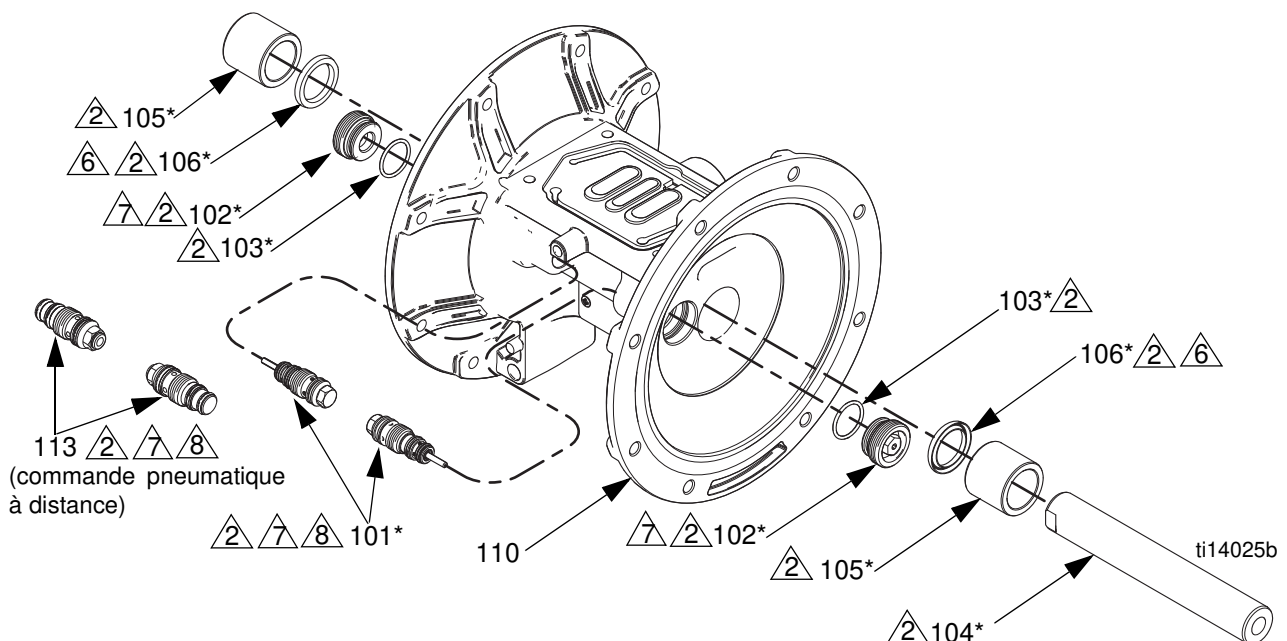
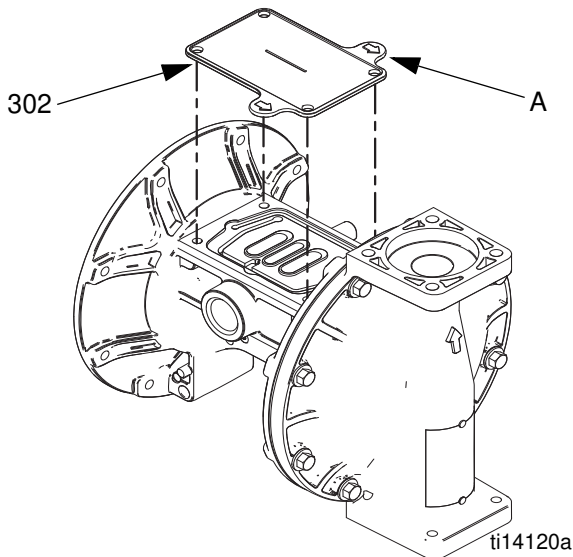

FIG. 8. Montage des membranes et de la partie centrale
FIG. 9. Outil de couvercle à fluide
- b. **Pompes en plastique :** utilisez une douille 1-1/4 ou une clé polygonale sur la partie hexagonale d'un plateau de membrane côté fluide pour l'enlever. Puis retirez toutes les pièces de l'ensemble membrane. Consultez FIG. 8.
Pompes en métal : enlevez le boulon (304) sur un côté de l'axe de membrane, puis retirez toutes les pièces de cet ensemble de membrane. Consultez FIG. 8.
5. Contrôlez l'état de l'axe de membrane (104) pour voir s'il est usé ou rayé. S'il est endommagé, vérifiez les coussinets (105) en place. S'ils sont endommagés, utiliser un extracteur de coussinet pour les enlever.
Suivez toutes les remarques de la FIG. 8. Elles contiennent **des informations importantes**.
- a. Placez le joint torique (301) sur le boulon (304) de l'axe.
- b. Montez la plaque côté fluide (13), la membrane (15), la membrane de renfort (305, si elle est présente) et la plaque de membrane côté air (14) sur le boulon exactement comme indiqué sur la FIG. 8.
- c. Enduisez de Loctite de force moyenne (bleu) ou d'un produit équivalent les filetages du boulon (304). Vissez le boulon dans l'axe et serrez-le à la main.
- d. Lubrifiez les joints en coupelle (106) de l'axe ainsi que la longueur et les extrémités de l'axe de membrane (104). Glissez l'axe dans le boîtier.
- g. Refixez le premier couvercle à fluide (3). Consultez la section **Instructions concernant les couples de serrage**, page 18. Allez à l'étape 7.
- a. Montez la membrane (15), la membrane -de renfort (305, si elle est présente) et la plaque de membrane -côté air (14) sur la plaque côté fluide (13) exactement comme indiqué sur la FIG. 8.
- c. Lubrifiez les joints en coupelle (106) de l'axe ainsi que la longueur et les extrémités de l'axe de membrane (104). Glissez l'axe dans le boîtier.
- f. Refixez le premier couvercle à fluide (3). Consultez la section **Instructions concernant les couples de serrage**, page 18.
- Consultez FIG. 9. Placez l'outil fourni (302) dans l'emplacement habituel du joint (108) de la vanne d'air. Les flèches (A) doivent pointer vers le couvercle à fluide qui est déjà fixé.